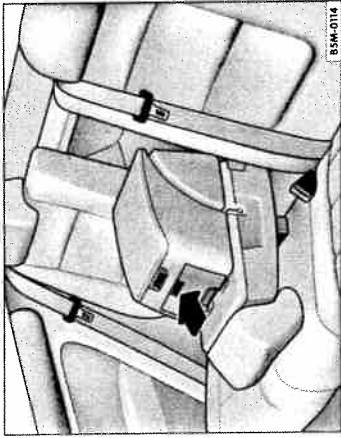

Fig. 91 Coliera din spate: Suportul pentru băuturi din cutia multifuncțională.
- Pentru *deschiderea* suportului pentru băuturi, apăsați scurt pe capac ⇒ fig. 91 (săgeata).